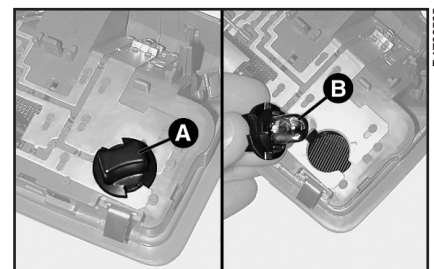

рис. 29
- поверните патрон А (рис. 29) против часовой стрелки и извлеките лампу В;